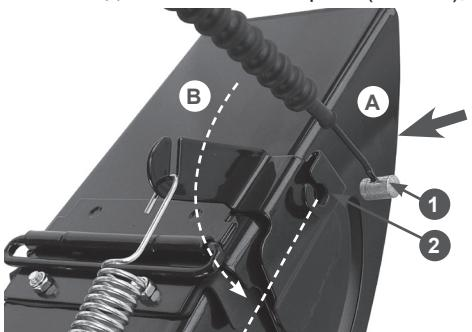

Рис. 20 Установка наконечника троса управления дефлектором жёлоба
- вставьте наконечник 1 троса в кронштейн 2 до упора, одновременно продевая трос через прорезь в кронштейне (действие А), после чего прокрутите трос в кронштейне на 90 градусов (действие В), как показано на Рис. 20;